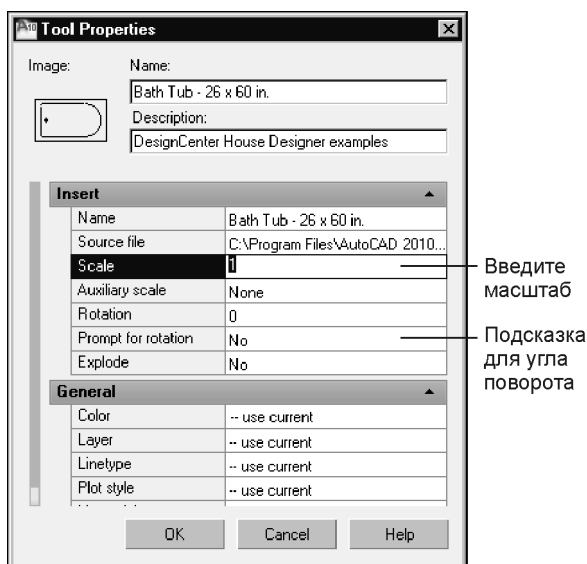

Рис. 2.14. Настройка масштаба и угла поворота блока, вставляемого в чертеж с палитры
2. Вызовите щелчком правой кнопки мыши на блоке или внешней ссылке контекстное меню и выберите из него пункт **Properties** (Свойства). Появится диалоговое окно **Tool Properties** (Свойства инструмента) (рис. 2.14).